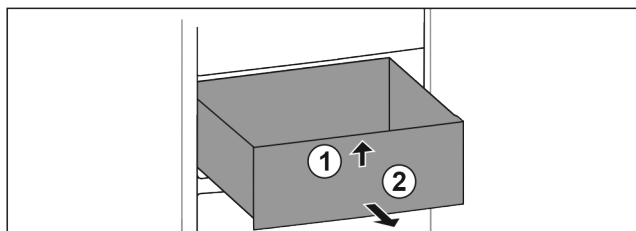

Fig. 97
- ▶ Løft skuffen fremefter. Fig. 97 (1)
- ▶ Tag skuffen ud fremefter. Fig. 97 (2)